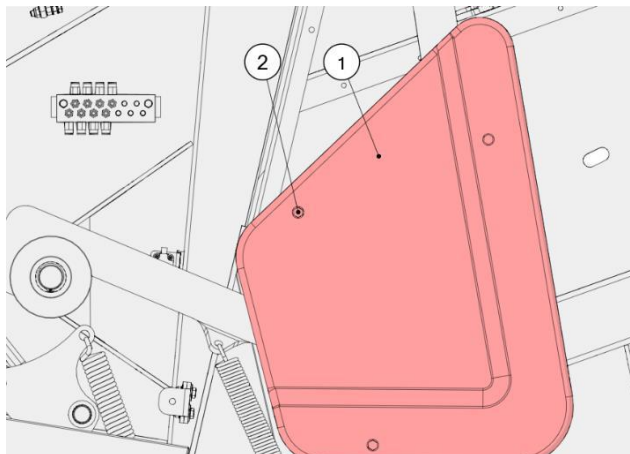

Figura 59. Tapa del cierre
- Retire la tapa del cierre (1) aflojando los tornillos (2) como se muestra en la figura 59;